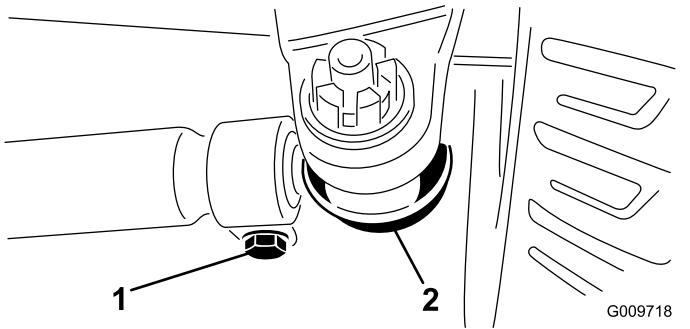

Figure 60
2. Pour le régler, retirez la goupille fendue et l'écrou de l'une des rotules de biellette (Figure 60).
4. Desserrez les fixations aux deux extrémités des biellettes (Figure 60).